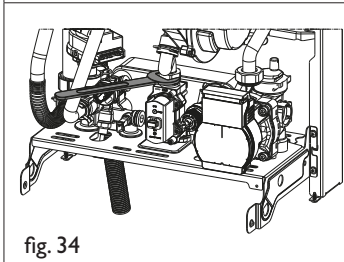

fig. 34
- Allentare il dado della rampa gas e togliere la molletta dal mixer (fig. 34)